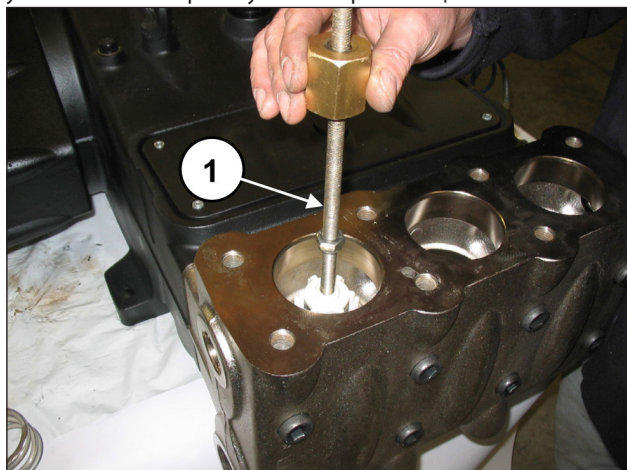

Рис. 103
Извлеките блок нагнетательного клапана с помощью съемника с ударной массой (арт. 27516400), вставив его в отверстие M10 направляющей клапана (поз. ①, Рис. 103), или, в дополнение, переходника M10-M16 (арт. 25089700), установив его на резьбу M16 направляющей клапана.